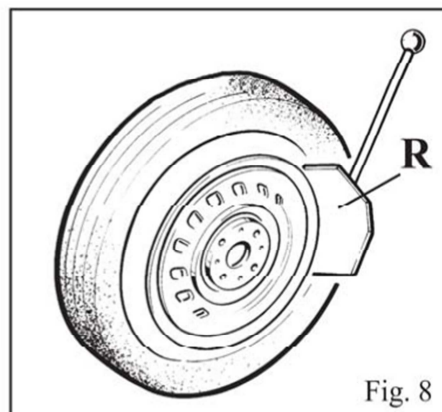

Fig. 8
- Colocar la rueda contra los frenos de goma en el lado derecho de la desmontagomas (S).
- Colocar el destalonador (R) contra el talón del neumático a una distancia aproximada de 1 cm de la llanta (fig. 8). Prestar atención a la paleta, que debe presionar correctamente sobre el neumático y no sobre la llanta.
- Presionar el pedal (U) para activar el destalonador y soltarlo cuando la paleta ha alcanzado el final de su carrera o al final del destalonado.